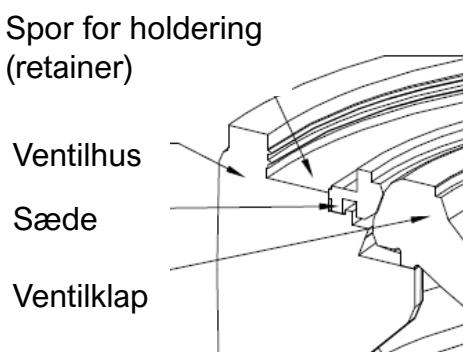

Fig 16
12.1.4 Placér sæde i spor for dette (Fig 16).